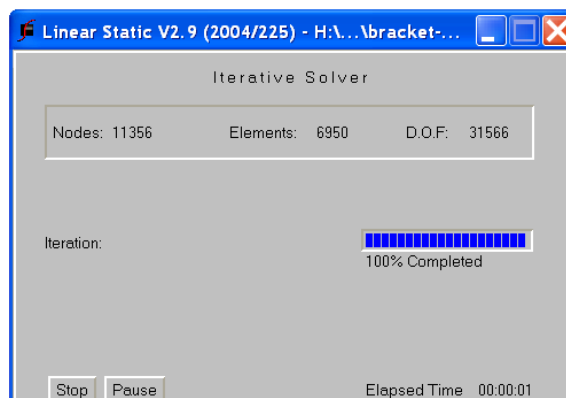

Рисунок 2.7 – Інформаційне вікно про хід рішення.
*Кінцево-елементна сітка створюється в автоматичному режимі, після закінчення вона буде відображена у вікні відображення моделі (рисунок 2.7 б). Значок **Mesh** буде позначений червоною "пташкою".*
У інформаційному вікні (рисунок 2.7), в залежності від налаштувань проекту, відображається: